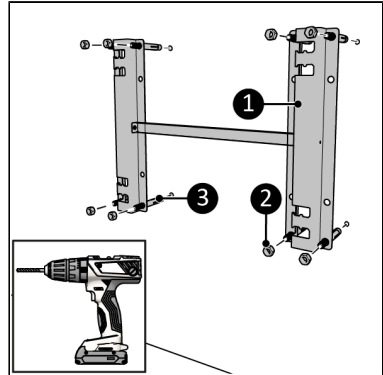

Abbildung 60.
1. Platzieren Sie die Halterung mit den Halterungsöffnungen nach links an die Wand und markieren Sie die acht Löcher (Abbildung 60).
3. Platzieren Sie die Ankerbolzen (Abbildung 60, Pos. 3).
4. Befestigen Sie die Wandhalterung (Abbildung 60, Pos. 1) mit den acht Muttern (Abbildung 60, Pos. 2) an der Wand.